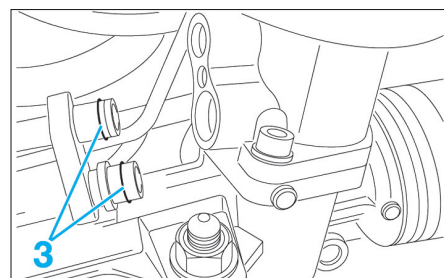

Fig. 20
- Désaccoupler la bride (2) de la valve d'assistance de direction.
- Poser des joints (3) neufs (Fig.20).